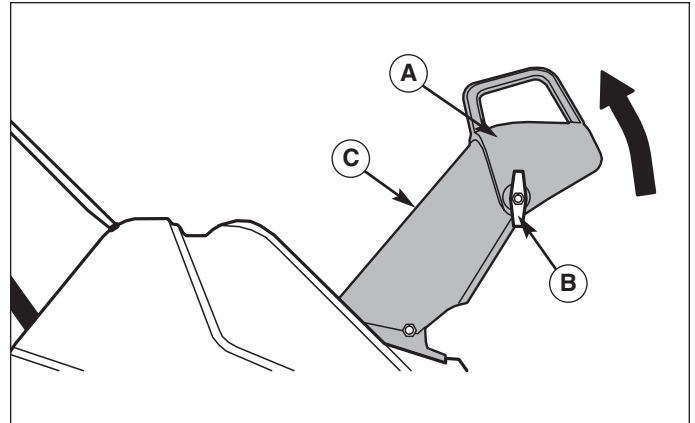

Abbildung 4. Anbringen des oberen Auswurfschachts
3. Den T-Drehknopf (B, Abbildung 4) und die Schraube vom oberen Auswurfschacht entfernen.
4. Den oberen Auswurfschacht (A) in die Betriebsstellung drehen (über den Anschlag des unteren Auswurfschachts hinaus).
5. Die Schraube anbringen und den T-Drehknopf (B) fest anziehen.